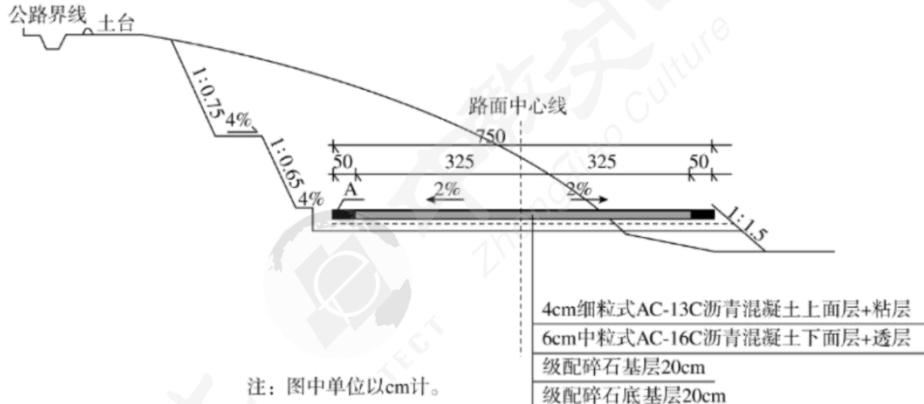

图 2 三级公路沥青混凝土路面结构示意图
某施工单位承建某三级公路，公路起讫桩号为 K0+000~K12+300，路面结构形式如图 2 所示，图中（A）未采用硬化处理，在沥青混凝土面层和级配碎石基层之间设置下封层。项目地处丘陵地区，周边环境复杂。其中 K2+000~K2+600 为滑坡地段，该地段多为破碎结构的硬岩或层状结构的不连续地层，路线在滑坡地段以挖方形式通过，经挖方卸载后进行边坡防护。
- 【问题】**1、写出图2中A的名称。下封层施工宜采用什么方法施工？